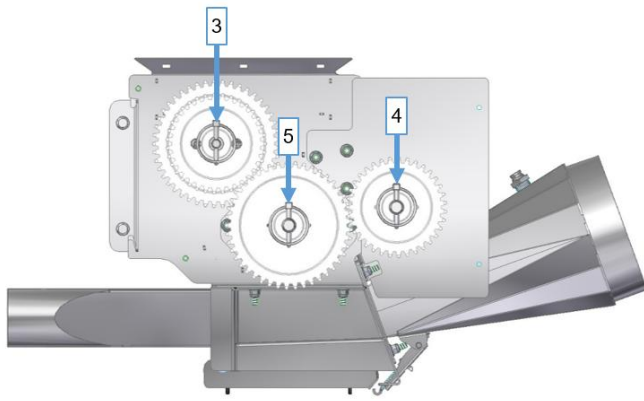

Figura 34
Existe la posibilidad de cambiar la transmisión del accionamiento del eje de siembra. En el motor hay montada de fábrica (véase Figura 34) una rueda dentada [5] (número de dientes=35) y, en el caso del eje de siembra, una rueda dentada [4] (número de dientes=45), relación de transmisión (i) = 0,78. De este modo el eje de siembra alcanza una velocidad máx. de 80 rpm. Si no se alcanza tal velocidad, se pueden cambiar las ruedas dentadas con la siguiente secuencia:
- Quitar primero las 2 ruedas dentadas individuales (motor [5] y eje de siembra [4]). Retirar después la rueda dentada doble del agitador [3] (véase Figura 34).